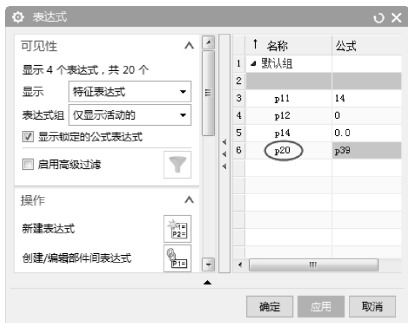

图 6-51 更改表达式名称
- 13 由于形成装配关系的两个部件中的表达式命名是相同的，为了避免表达式创建失败，把螺钉中的 P10 重新命名为 P20，如图 6-51 所示。